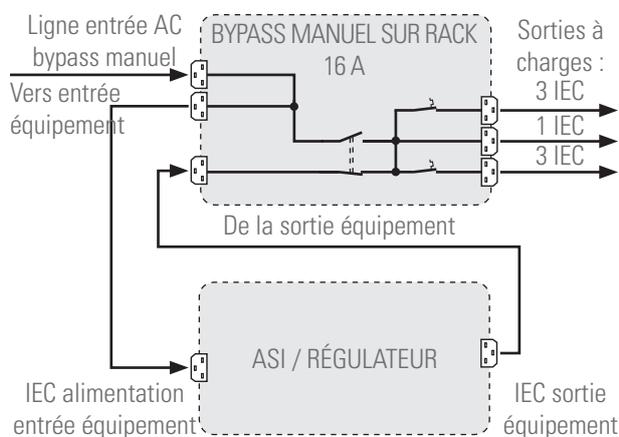

Fig. 3. Connexion entre ASI et bypass de 3 kVA.
- De manière corrélative, aux Fig. 1 et 2 on peut voir les schémas de blocs de toutes les deux dans les illustrations des Fig. 3 et 4.